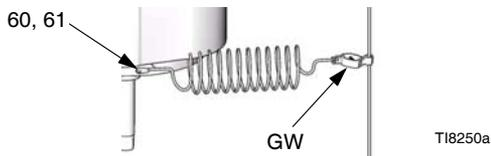

FIG. 2. Cable de conexión a tierra
Vea la FIG. 2. Utilice el tornillo de conexión a tierra (60) y la arandela de seguridad (61) para sujetar el Cable de conexión a tierra ref. pieza 244524 (GW) a la parte trasera del motor neumático. Apriete firmemente el tornillo. Conecte el otro extremo del cable de conexión a tierra a una tierra verdadera.